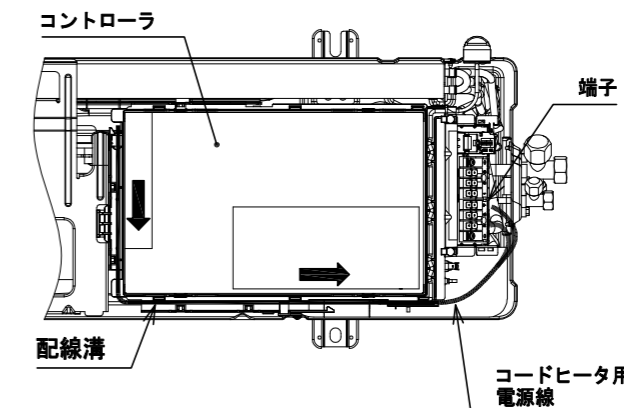

図9
- ⑧ファンモータ配線に沿って仕切板上部の切り欠き部を通し、コードヒータ用電源線を端子部まで引き回してください。（図9）